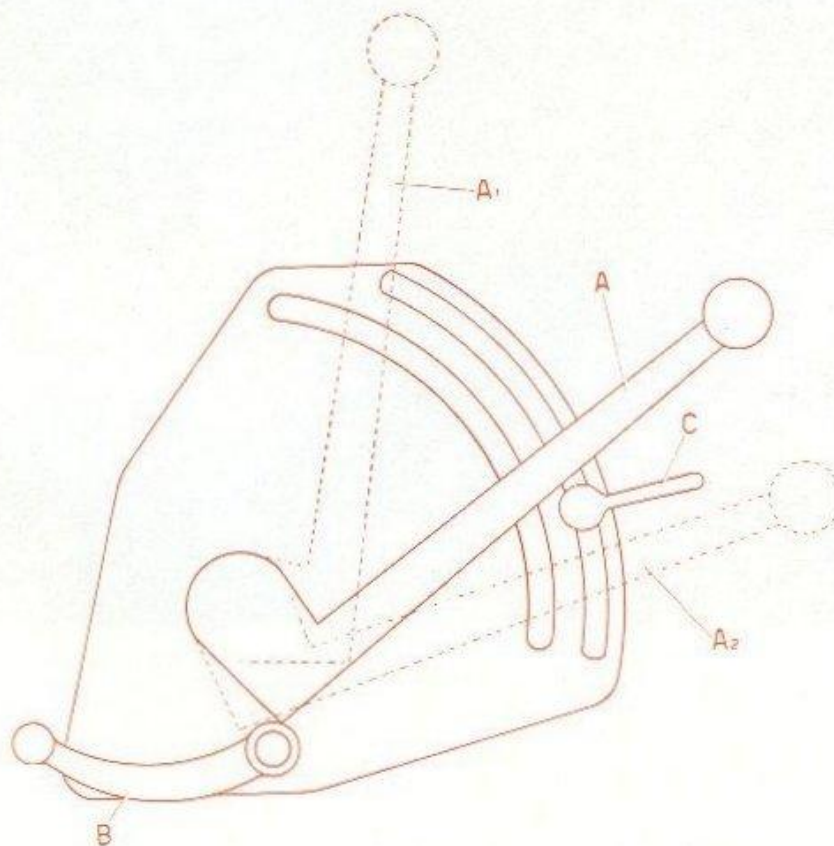

FIG. 14.
A) POSITION CONTRÔLÉE (fig. 14)
1) PRINCIPE DE FONCTIONNEMENT (FIG. 14 et 15)